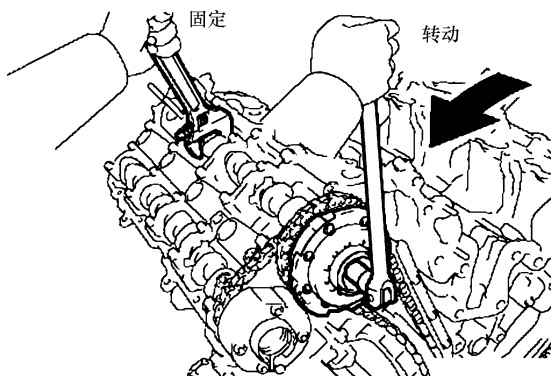

图 24-47 固定凸轮轴并松开螺栓
② 如图 24-47 所示, 用扳手固定住凸轮轴的六角部位, 然后用 12mm 的六角扳手松开螺栓。注意, 操作时扳手不要碰伤气缸盖, 也不要分解凸轮轴正时齿轮。